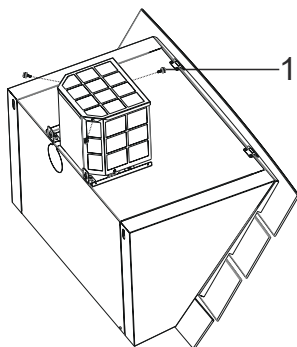

Fig. 9
- Skruva ut de 3 skruvarna med plasthuvud för att kunna ta bort topplattan på kolfilterkabinettet (Fig. 9).